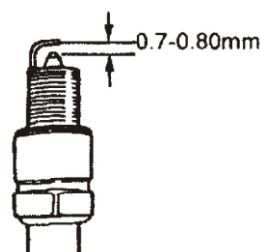

Fig. 14b
- Mesurez l'écartement de la bougie d'allumage à l'aide d'une jauge à bougie d'allumage. Si nécessaire, ajustez l'écartement en pliant soigneusement l'électrode latérale. L'écartement doit être compris entre 0,70 mm et 0,80 mm (Voir Fig. 14b).